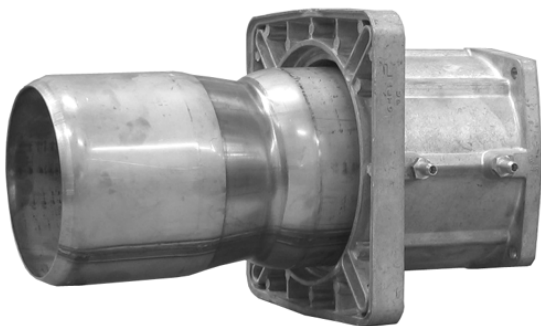

Fig. 8 - Tobera en versión corta
- 3 Extraer los 4 tornillos que fijan la tobera al botín (Fig. 8).
- 4 Extraer la tobera del botín embridado y volverla a montar por el lado opuesto, como se muestra en Fig. 8 y Fig. 9, fijándola con los tornillos extraídos anteriormente (Fig. 10).